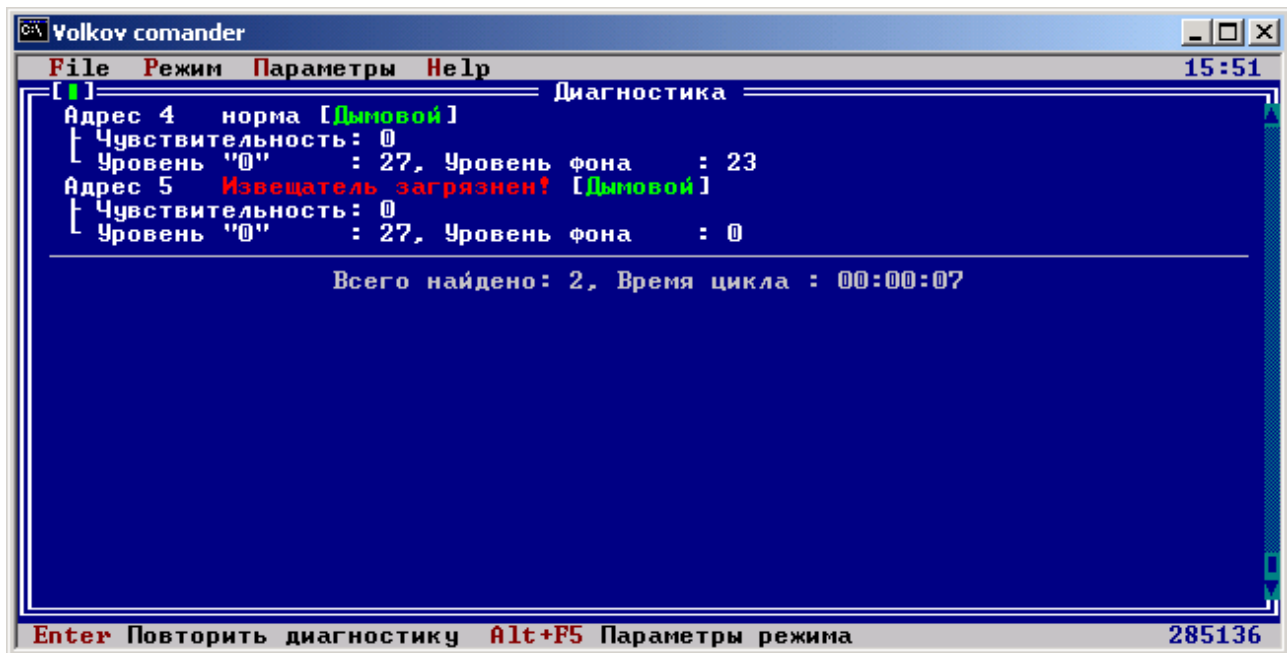

Рис.13. Диалоговое окно Диагностики
6.3.6 Активизация режима “Диагностика” осуществляется нажатием клавиши <F5> и после этого на панели экрана высветится окно диагностики (рис. 13).